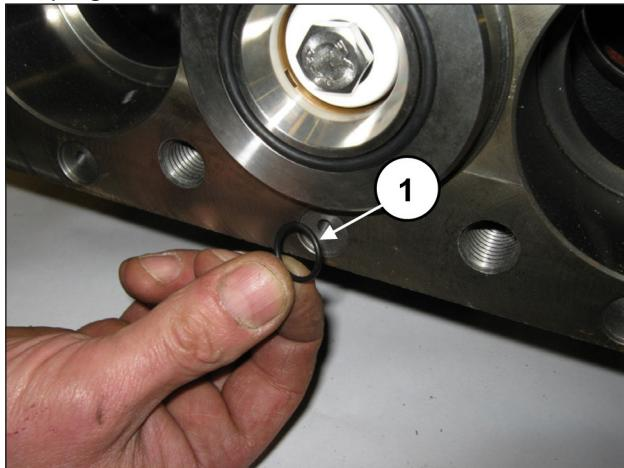

Abb. 130
Montieren Sie die 6 frontseitigen O-Ringe des Pumpengehäuses (Pos. ①, Abb. 130).